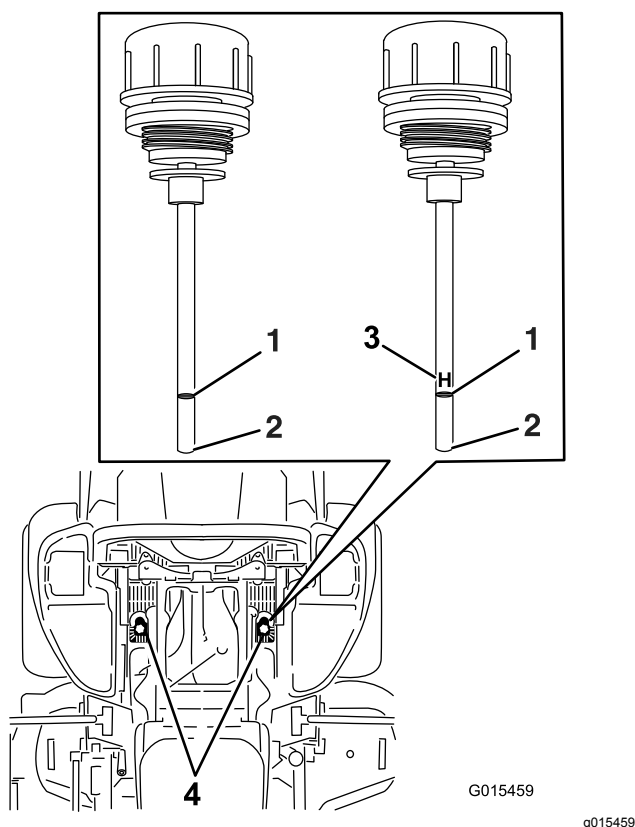

Figura 90
6. Limpe a zona em torno da vareta dos reservatórios do sistema hidráulico (Figura 90).
7. Retire uma vareta do reservatório hidráulico (Figura 90).
9. Retire a vareta do óleo e verifique a extremidade (Figura 90).